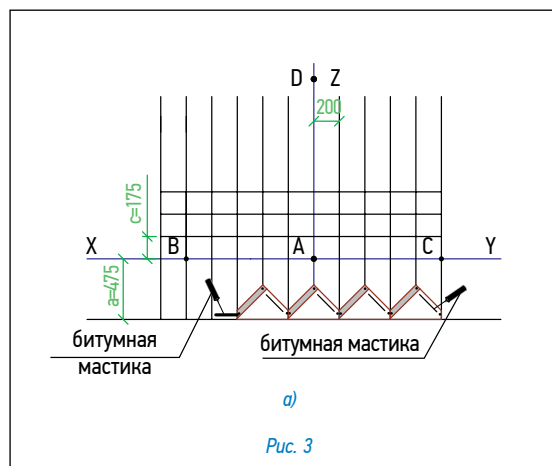

Рис. 3
Ендова (рис. 3)
- ровно по центру ендовы расстилается специальный рулонный материал «Аква-ролл», фиксируется в верхней части двумя гвоздями и обрезается в нижней части по линии карниза (рис. 3а);
2. «Аква-ролл» укладывается с нахлестом 20 см, место нахлеста тщательно обрабатывается битумной мастикой (рис. 3а).
- непосредственно перед укладкой в ендову черепицы, защитная пленка с лицевой стороны «Аква-ролл» снимается и на самоклеящуюся поверхность укладываются листы черепицы, обрезанные в соответствии с заранее отбитыми линиями (рис. 3б).
Внимание: 1. Необходимо также подрезать верхний уголок обрезанного края листа (см. рис. 3в) для правильного стока воды.
2. Крепление обрезанного листа к медной части «Аква-ролл» осуществляется при помощи сплошной полосы битумной мастики (рис. 3б).
4. В случае, если скоба «Компакт-клип» приходится на место обреза листа, можно либо обрезать накладку, оставив минимум 2 см в нижней части (рис. 3в), либо произвести укладку листов без использования накладки.
Укладка материала (рис. 3)
- укладка типовых элементов первого ряда начинается от линии AD, при этом элементы укладываются встык и их верхний угол выравнивается по линии XY (рис. 3б). Каждый элемент фиксируется тремя гвоздями — по центру вертикальных срезов и в верхнем углу на расстоянии 2 см от края;
Для крепления гибкой черепицы используются гвозди из нержавеющей стали улучшенного прилегания (ершенные) с гладкими широкими шляпками. Каждый типовой элемент крепится тремя гвоздями в штатных местах, в соответствии с рекомендациями, приведенными выше (рис. 3б).